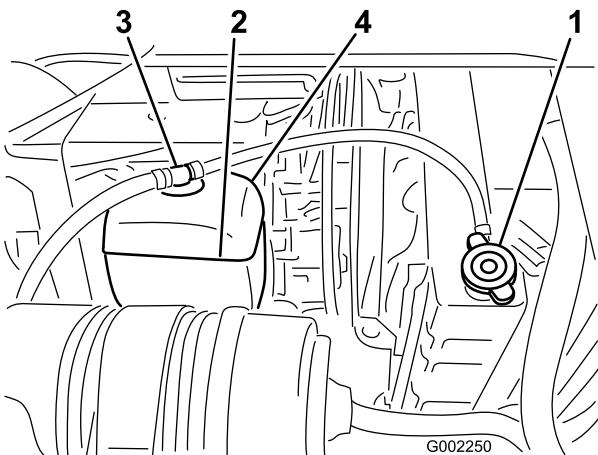

Figura 54
- Quando o motor estiver frio, retire o tampão do radiador (Figura 54).